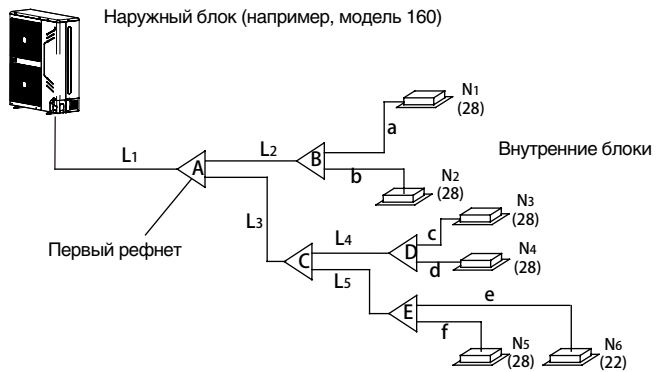

Рис. 4-5
- 2) Пример 1. На рис. 4-5 наиболее удаленные внутренние блоки линии L2, их общая производительность $28 \times 2 = 56$, см. табл. 4-4, размеры трубы газовой линии/жидкостной трубы – $\varnothing 15,9/\varnothing 9,52$ мм.